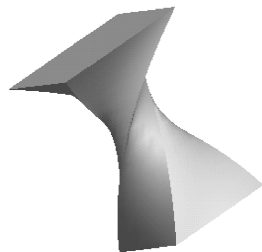

图 6-35 起点不对齐
- 各混合截面的起点应该对齐,否则生成的混合特征会发生扭曲,如图 6-35 所示。